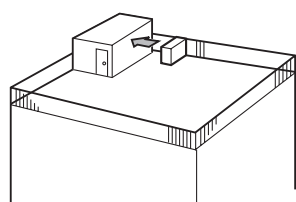

Fig. 2-3
- ① Vend luftutløpet mot nærmeste tilgjengelig vegg, omtrent 50 cm unna veggen. (Fig. 2-3)